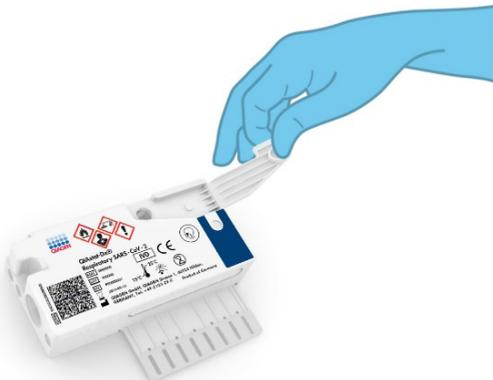

Figure 39. Ouverture du couvercle du port principal.
4. Ouvrez le couvercle du port principal situé sur le devant de la QIAstat-Dx Respiratory SARS-CoV-2 Panel Cartridge (figure 39).